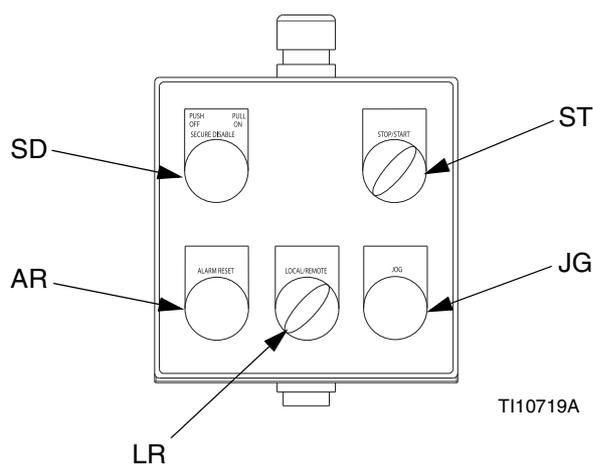

FIG. 5: Scatola di controllo locale
La scatola di controllo locale contiene cinque comandi. Vedere FIG. 5.
1. Regolare l'interruttore AVVIAMENTO/ARRESTO (ST) su STOP. Vedere FIG. 5.
2. Premere l'interruttore BLOCCO DISABILITAZIONE (SD).
3. Aprire tutte le valvole del regolatore di contropressione (U) e di drenaggio di fluido nel sistema avendo a disposizione un contenitore per la raccolta del drenaggio. Lasciare aperte le valvole di drenaggio fin quando non si è pronti per pressurizzare di nuovo il sistema.
3. Regolare l'interruttore AVVIAMENTO/ARRESTO (ST) su STOP. Vedere FIG. 5.
2. Usare il VFD per regolare il motore a bassa portata (approssimativamente 15 Hz). Regolare se necessario. Consultare il manuale VFD 311596 per la procedura di regolazione di portata specifica. Vedere FIG. 5.
3. Premere l'interruttore BLOCCO DISABILITAZIONE (SD). Vedere FIG. 5.
4. Regolare l'interruttore AVVIAMENTO/ARRESTO (ST) su STOP. Vedere FIG. 5.
5. Tirare l'interruttore BLOCCO DISABILITAZIONE (SD) per disimpegnarlo. Vedere FIG. 5.
7. Regolare l'interruttore AVVIAMENTO/ARRESTO (ST) su AVVIO. La velocità aumenta; non è una variazione immediata. Vedere FIG. 5.